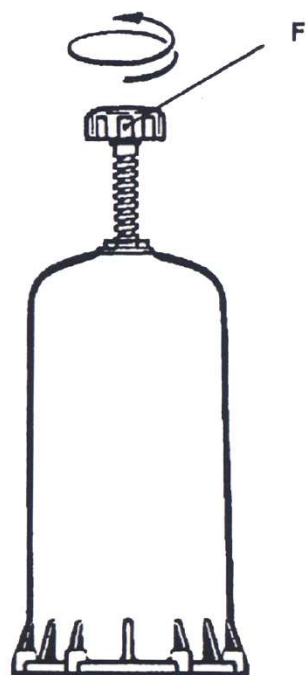

図 7a
- ・装置の頭部にあるバイパスノブを完全に緩めます。(図 7a-F)